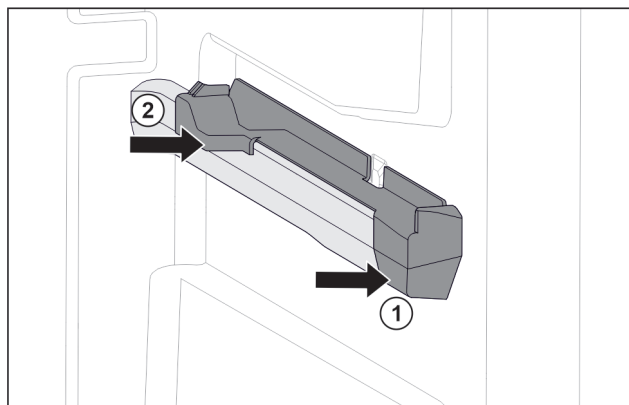

Fig. 76 Tillsats på den högra behållarens galler
- Sätt på tillsats i fram på behållarens galler. Fig. 76 (1)
- Tryck fast tillsats i bak. Fig. 76 (2)